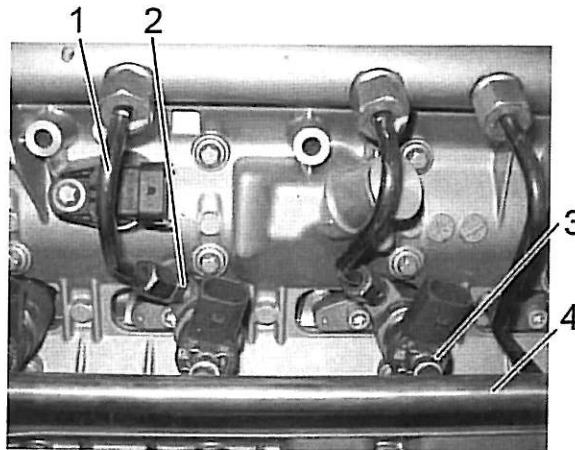

Bild 1 / Fig. 1
2. Die vier Kraftstoffdruckleitungen der Injektoren demontieren. Siehe Bild 1.
3. Die Sicherungsklammern an den Injektoren demontieren. Siehe Bild 1.
4. Das Leckölrohr vorsichtig abnehmen. Siehe Bild 1.
2. *Remove the four fuel pressure pipes of the injectors. See Fig. 1.*
3. *Remove the retaining clamps of the leak-oil pipe. See Fig. 1.*
4. *Remove the leak-oil pipe with care. See Fig. 1.*